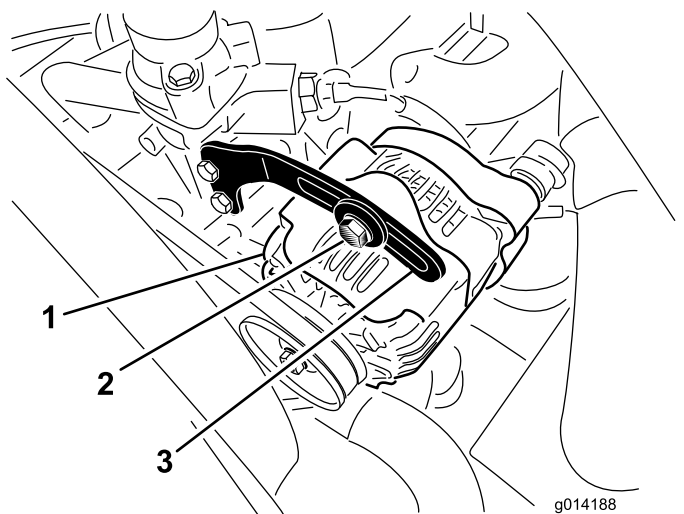

Figura 45
2. Verifique a tensão da correia do alternador, premindo-a (Figura 45) até meio caminho entre as polias do alternador e do cárter com uma força de 10 kg.
3. Desaperte o parafuso que prende o suporte ao alternador (Figura 45) e o parafuso da articulação do alternador.